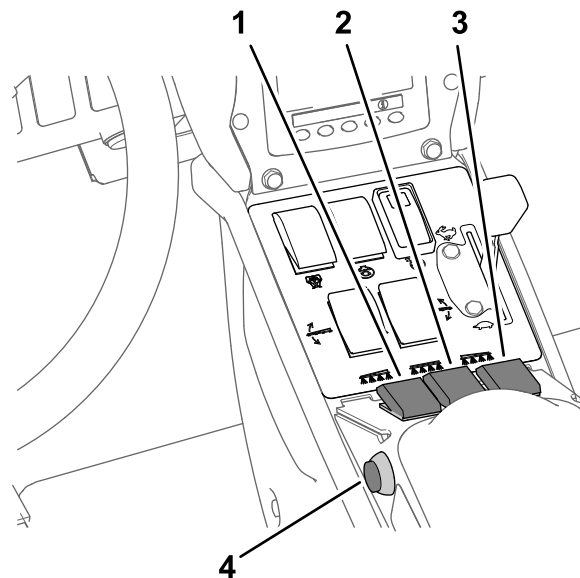

Figura 44
- Ponga los interruptores de sección de fumigación en la posición de ACTIVADO (Figura 44).
- Conduzca a la velocidad deseada y luego ponga el interruptor maestro en la posición de ACTIVADO para empezar a fumigar (Figura 44).
3. Ponga el interruptor maestro en la posición de DESACTIVADO; consulte Figura 44, en Fumigación en el Modo de caudal de aplicación \(página 39\).
7. Ponga los interruptores individuales de las secciones que desea utilizar en la posición de ACTIVADO; consulte Figura 44 en Fumigación en el Modo de caudal de aplicación \(página 39\).
9. Conduzca a la velocidad deseada y luego ponga el interruptor maestro en la posición de ACTIVADO para empezar a fumigar; consulte Figura 44, en Fumigación en el Modo de caudal de aplicación \(página 39\).